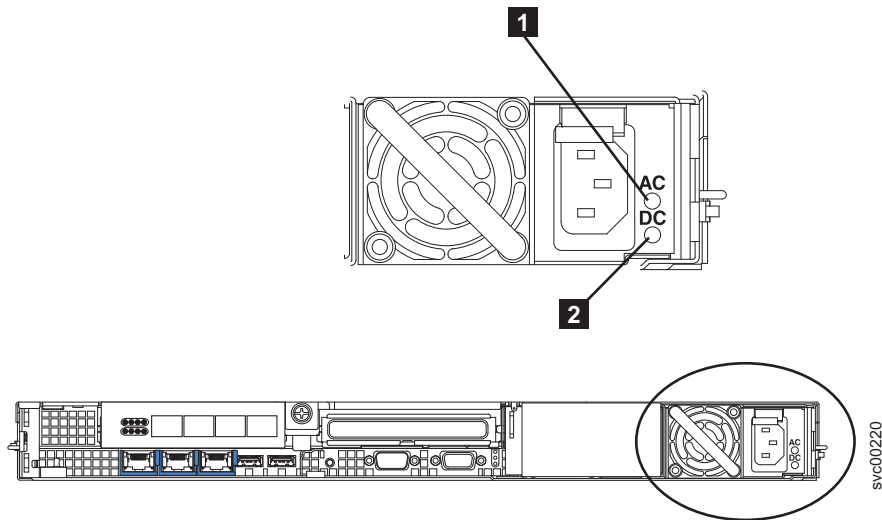

図 161. SAN ボリューム・コントローラー 2145-8G4 の AC および DC LED
4. 電源機構上の AC 電源 LED **1** および DC 電源 LED **2** が点灯し (193 ページの図 161 を参照)、電源機構が正しく作動していることを示していることを確認してください。2 つの緑色の LED は電源コード・コネクターの隣にあります。